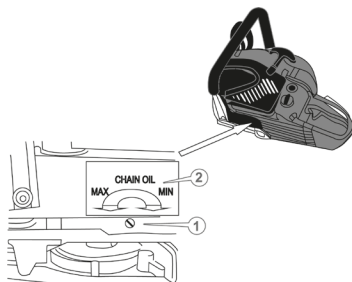

Рисунок 7. Схема регулювання продуктивності насоса подачі мастила на ланцюг.
5.1.5.3 Налаштування подачі мастила для змащування ланцюга (рис. 7).
Шліц для регулювання мастильного насоса (1, рис. 7) розташований у нижній частині бензопили.
- для збільшення подачі мастила обертати гвинт (1, рис. 7) проти ходу годинникової стрілки в напрямку позначки «MAX»;
- для зменшення подачі мастила обертати гвинт (1, рис. 7) за ходом годинникової стрілки в напрямку позначки «MIN».